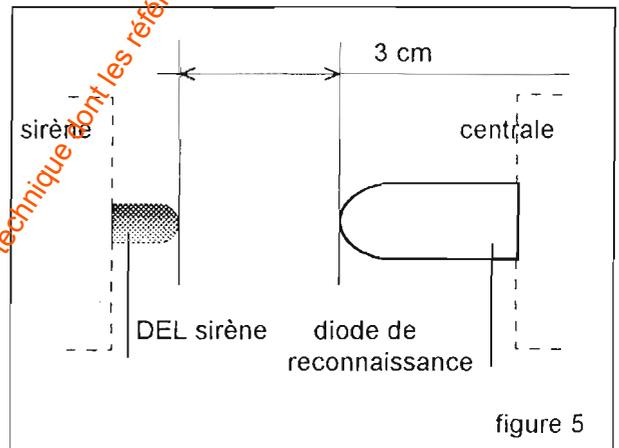

figure 5
- Présenter la DEL de la sirène au plus près de la centrale face à la diode de reconnaissance (distance environ 3 cm) (fig. 5).